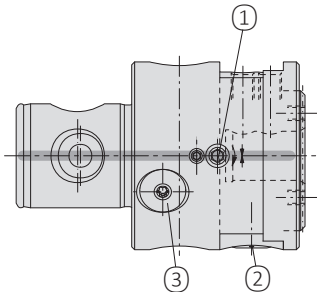

Fig. 10
Serrage (Fig. 10)
Réglage du diamètre (Fig. 10)
Les points suivants sont à observer lors du réglage du diamètre (Fig. 10):
Changement de batterie (Fig. 10)
VARTA V392 SR 41 Silver oxide / Zinc / KOH-Electrolyte. Seules ce type de batteries sont recommandées en raisons des effets des hautes forces centrifuges. Pour remplacer les batteries, ouvrir le compartiment à batteries ③ (fig. 10) avec une clé de service Torx T20, extraire les batteries usagées et les éliminer dans les règles de l'art. Refermer le compartiment à batteries avec soin.